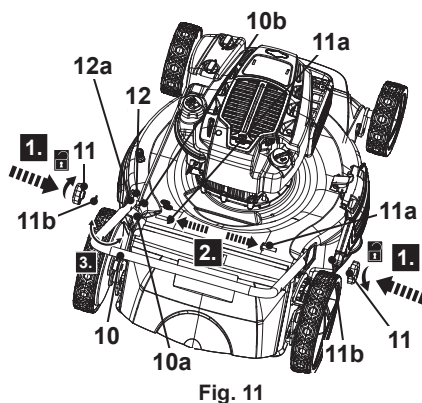

Fig. 11
2. Dévisser les deux boutons de verrouillage (11) des supports de poignée (12) et du guidon inférieur (10) dans le sens antihoraire (Fig. 11, étape 1), puis retirer les boutons de verrouillage (11), la rondelle (11b) et les boulons de fixation (11a) (Fig. 11, étape 2).
3. Faire pivoter l'ensemble du guidon (10, 29) pour aligner les trous de montage souhaités (10a, 12a) du guidon inférieur (10) avec les deux supports de poignée (12) et s'assurer que l'ergot (12b) du support de poignée (12) est engagé dans le trou de positionnement (10b) des deux côtés du guidon inférieur (10) (Fig. 11, étape 3).